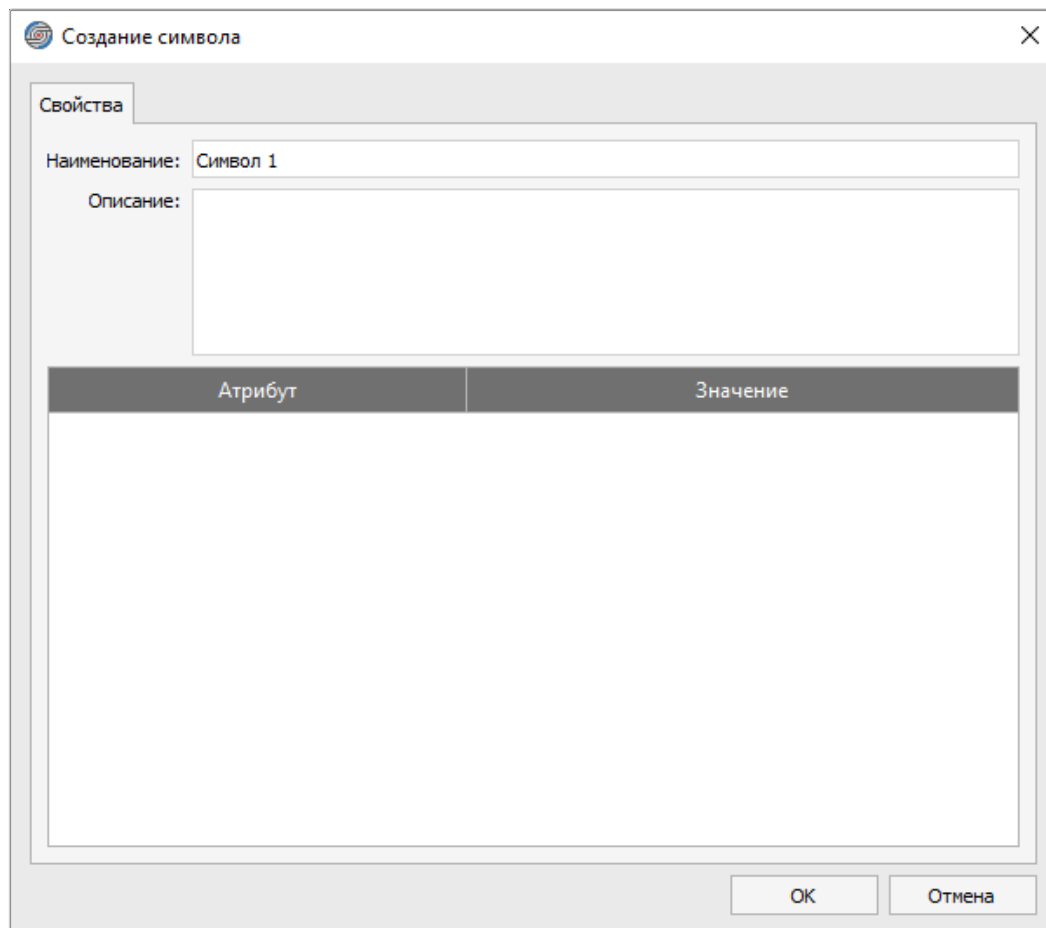

Рисунок 37. Окно «Создание символа»
- «Создать символ» — открывает окно для добавления в базу компонентов символа (см. рисунок 37);